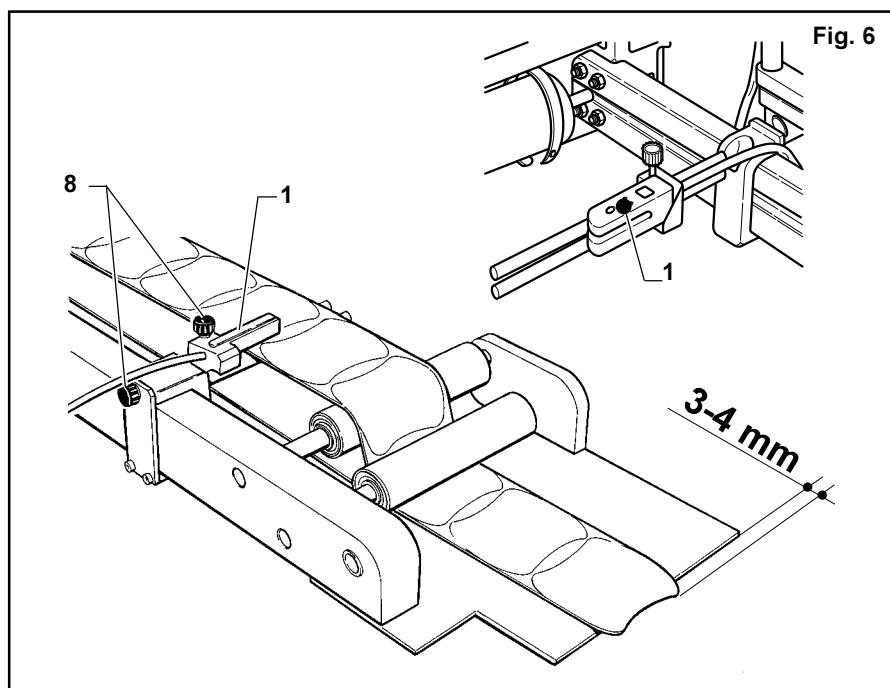

Fig. 6
Il fotostop deve essere posizionato in modo che l'etichetta fuoriesca dalla lama di distribuzione di almeno 3-4 mm (Fig. 6). Per la regolazione del posizionamento del fotostop agire sui pomelli (8) di regolazione.
The photostop must be positioned so that the label projects at least 3-4mm from the edge of the dispensing blade (Fig.6). Turn the adjustment knobs (8) to alter the position of the photostop.
La cellule photoélectrique d'arrêt doit être placée de façon à ce que l'étiquette sorte de la lame de distribution d'au moins 3-4 mm (Fig. 6). Pour le réglage du positionnement de la cellule photoélectrique d'arrêt, utiliser les boutons (8) de réglage.
Der Photostop ist so zu positionieren, daß das Etikett wenigstens 3-4 mm über die Verteilungseinheit übersteht (Abb. 6). Die Einstellung der Photostop-Position erfolgt anhand der Einstell-Drehknöpfe (8).